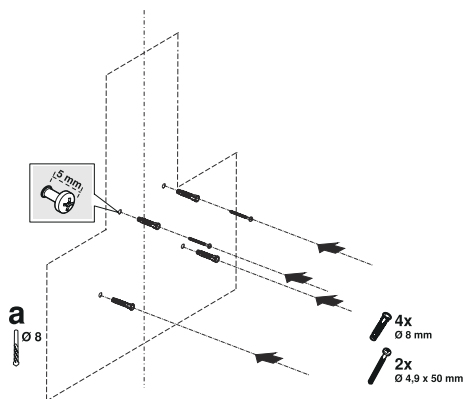

Fig. 13
1. Tracez une ligne médiane à partir du plafond perpendiculairement au bord inférieur de la hotte (Fig. 13).
2. Pour percer les trous de suspension du conduit de cheminée, placez le gabarit de montage sur la surface sur laquelle l'appareil sera monté et marquez les trous de montage (Fig. 13/b).
3. Percez les trous de suspension avec un foret Ø8mm et poser les chevilles (Fig. 13/b).
Placez une vis de suspension 2x4.9x50 avec un jeu de 5 mm entre la tête de vis et le mur (Fig. 13/b).